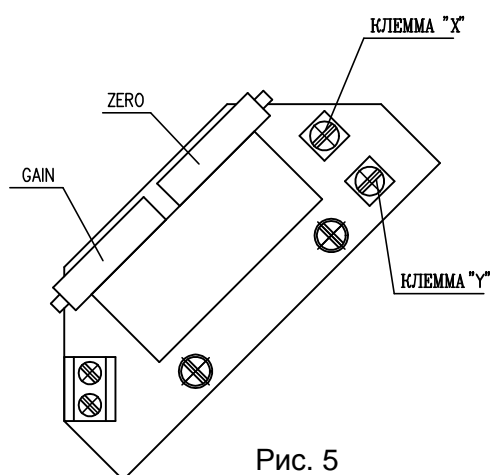

Рис. 5
4.4.1 EPV - 2-проводниковое включение (рис.5)
- Установите омический датчик на основании инструкций в предыдущей главе так, что омическую величину измеряйте на клеммах X-Y (рис.5). (употреблен датчик с омической величиной 100W)
- Поворачиванием устанавливающего триммера ZERO (рис.5) установите величину выходного сигнала тока, измеряемого на клеммах 81-82, на величину 4 мА.
4.4.2 EPV - 3-проводниковое включение (рис.5а)
- Установите омический датчик на основании инструкций в предыдущей главе так, что омическую величину измеряйте на клеммах X-Y (рис.5а). (употреблен датчик с омической величиной 2000W или 100W).
- Поворачиванием устанавливающего триммера ZERO (рис.5а) установите величину выходного сигнала тока, измеряемого на клеммах 81-82, на величину 0 мА или 4 мА.
- Поворачиванием устанавливающего триммера GAIN (рис.5а) установите величину выходного сигнала тока, измеряемого на клеммах 81-82, на величину 20 мА или 5 мА.
Рис. 5а